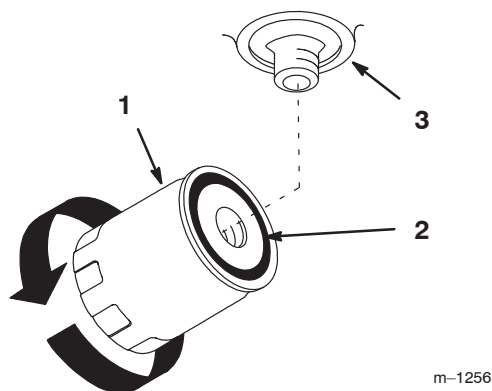

Bild 33
3. Ölen Sie die Gummidichtung am Austauschfilter (Bild 33) leicht mit Frischöl ein.
4. Setzen Sie den Austauschfilter auf den Filterstutzen. Drehen Sie den Ölfilter nach rechts, bis die Gummidichtung den Filterstutzen berührt. Ziehen Sie den Filter dann um eine weitere 1/2 Umdrehung fester (Bild 33).